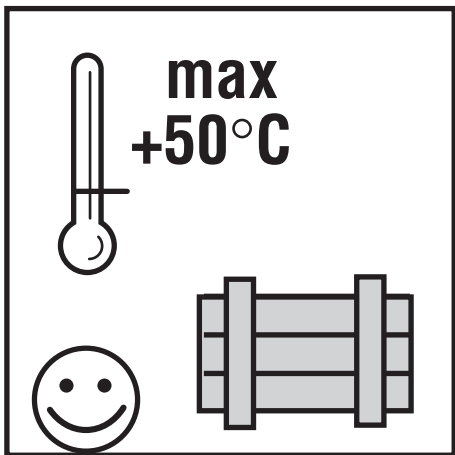

Fig.: 7
- Motor nicht über  $+50^{\circ}\text{C}$  aufheizen, da es zum Austritt der Motorflüssigkeit führt (Fig.: 7)